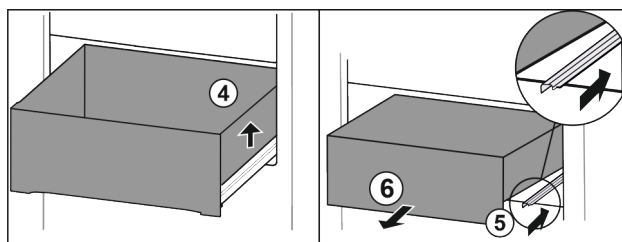

Fig. 92
- Lyft utdragslåda på höger sida. Fig. 92 (4)
- Skjut in höger skena. Fig. 92 (5)
- Ta ut utdragslåda genom att dra den framåt. Fig. 92 (6)